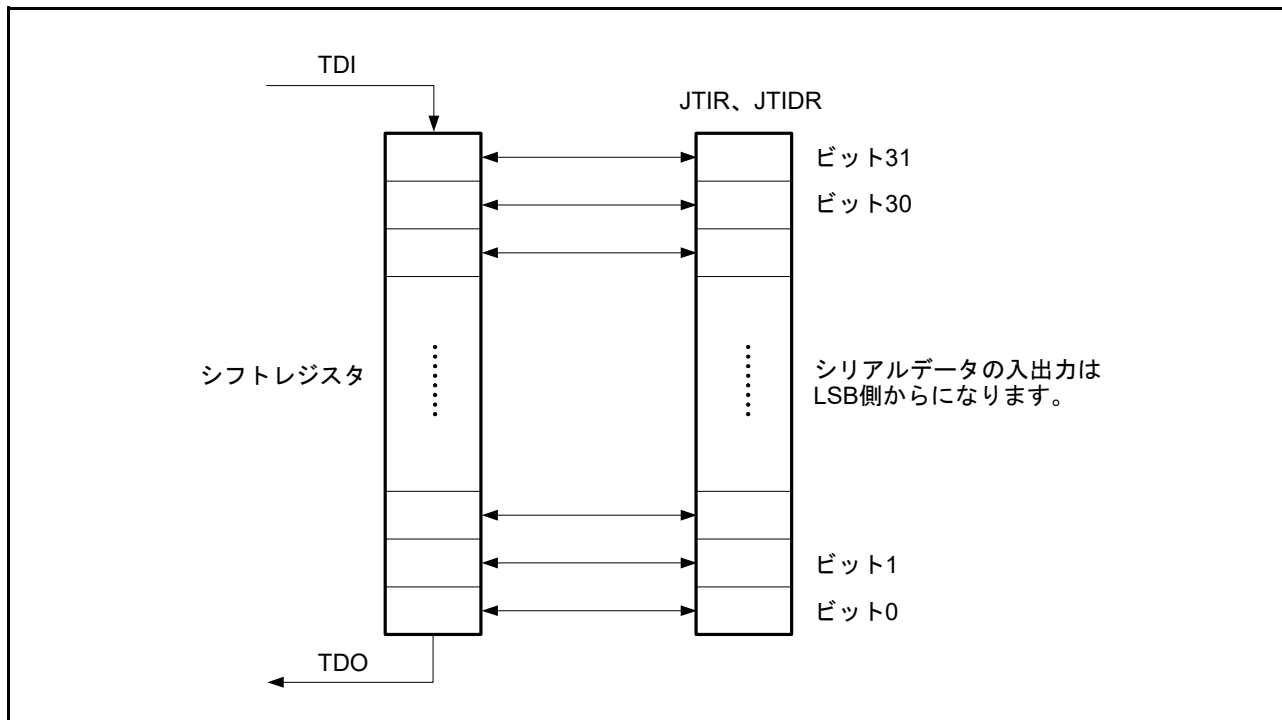

図 37.3 シリアルデータ入出力
- 図 37.3 で示すとおりシリアルデータは LSB 側から入出力する